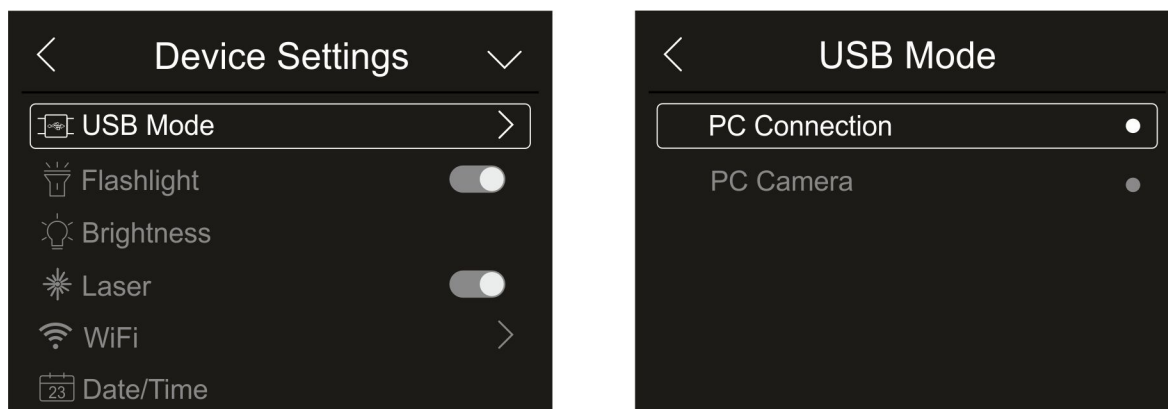

Fig. 12: Modo USB
3. Ligar o instrumento ao PC com o cabo USB fornecido. Ver ecrã da Fig. 12 - lado esquerdo
4. Confirme com "OK" para ativar a conexão ou clique em "Cancel" para voltar ao menu principal. O ecrã da Fig. 12 - lado direito é exibido e o instrumento não aceitará nenhum comando